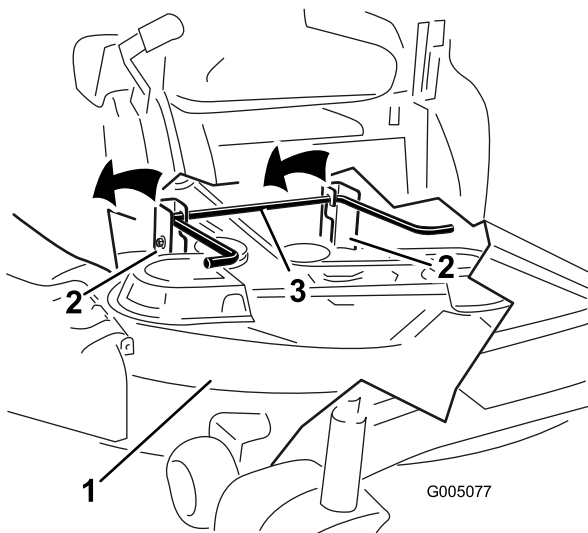

Bild 46
- Heben Sie das Mähwerk und die Hängeprofile über die hintere Hubstange und senken Sie das Mähwerk vorsichtig auf den Boden ab (Bild 46).
- Heben Sie das Heck des Mähwerks an und führen Sie die Hängeprofile über die hintere Hubstange (Bild 46).